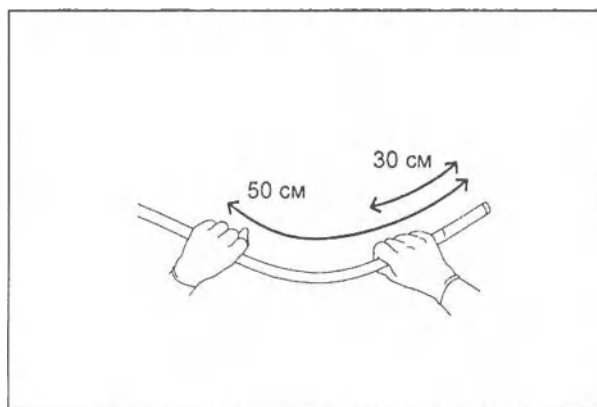

Рис. 3.5
3. Переведите вводимую часть в самое мягкое, а затем – в самое жесткое состояние. В каждом случае, удерживая вводимую часть двумя руками на расстоянии 30–50 см от дистального конца, медленно согните ее, как показано на Рис. 3.5. Убедитесь в том, что фактическая жесткость трубки изменяется в соответствии с настройкой жесткости.